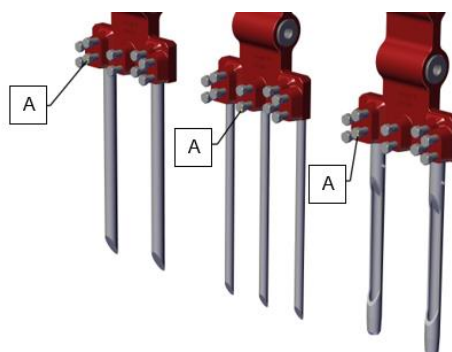

Fig. 10
Låsbultarna (A) kan dras åt upp till 40 Nm (29.5 lbf.ft.). (Fig. 10)